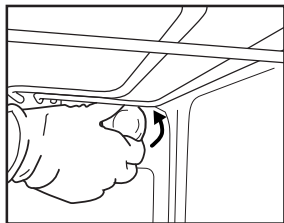
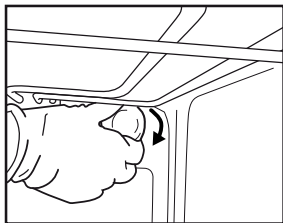

Fig. 6
Fig. 7
2. Dévissez le couvercle de l'ampoule (Fig. 6), remplacez l'ampoule grillée par une ampoule neuve (voir Remarque pour le type d'ampoule), revissez ensuite le couvercle de l'ampoule (Fig. 7).